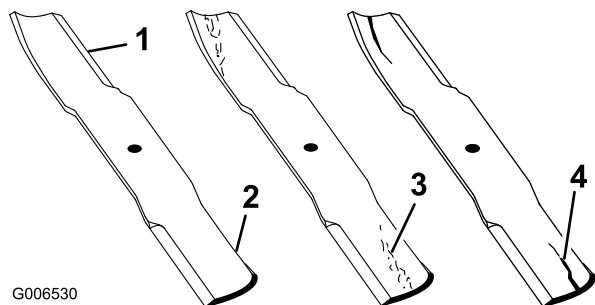

Figure 64
1. Examinez le tranchant des lames (Figure 64). Si les lames ne sont pas tranchantes ou si elles présentent des indentations, déposez-les et aiguisiez-les (voir Aiguisage des lames).
2. Inspectez les lames, surtout la partie relevée (Figure 64). Remplacez immédiatement toute lame endommagée, usée ou qui présente une entaille (Figure 64).